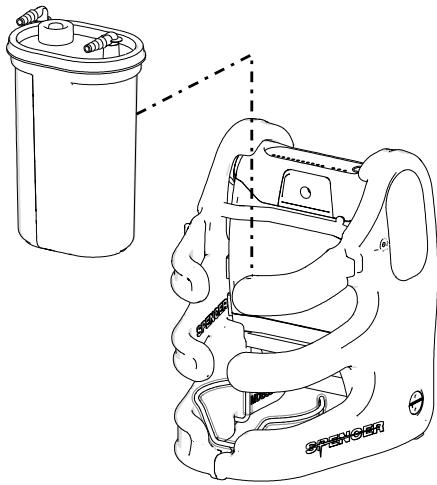

Fig. 12
5. Coloque o recipiente no seu apoio (fig. 12); verificar que a caixa de suporte de apoio (nº 7 no ponto 3.2) é reduzida e devidamente fixada ao corpo da unidade de sucção